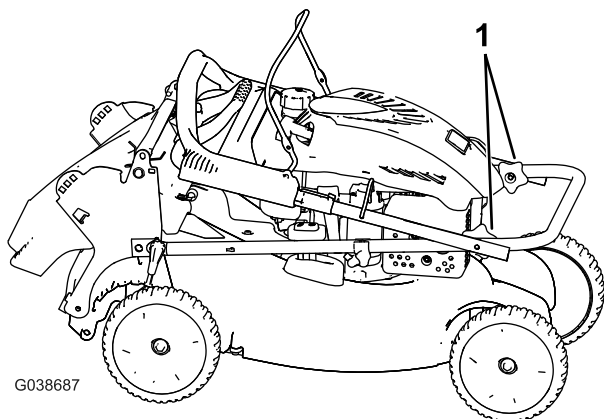

Рисунок 4
1. Ослабьте ручки на рукоятке (Рисунок 4).